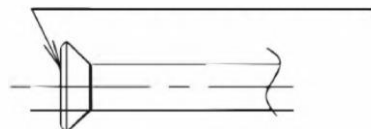

Fig. 7
- Ao fazer uma conexão de flange, aplique óleo de éter ou óleo de éster apenas na superfície interna da flange. (Consulte a Fig. 7)